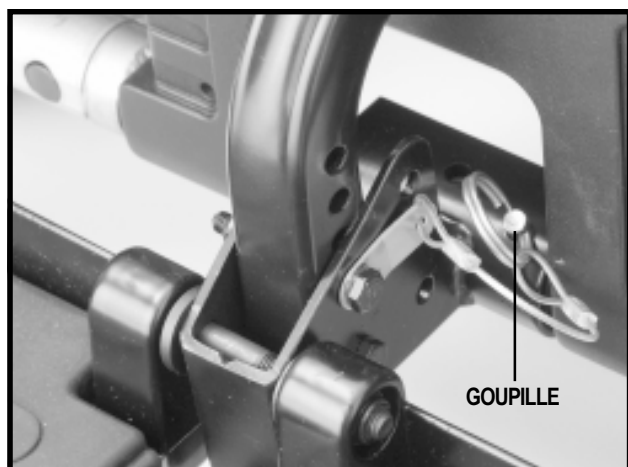

Figure 13. Support du repose-pieds
14. Retirez la goupille du support du repose-pieds. Voir la figure 13.